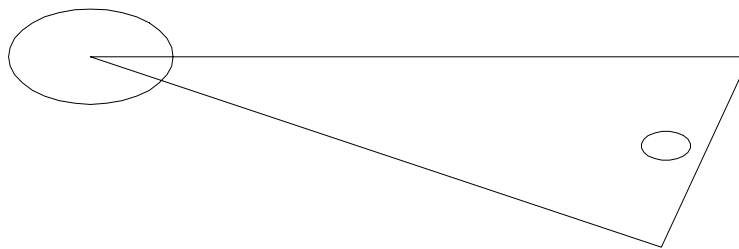

Figura 15.6 Formas Básicas para a Construção do Degrau, Coluna e Pedestal do Corrimão da Escala em Caracol
- Alterar o ponto de vista do observador SW Isometric View (Figura 15.6);